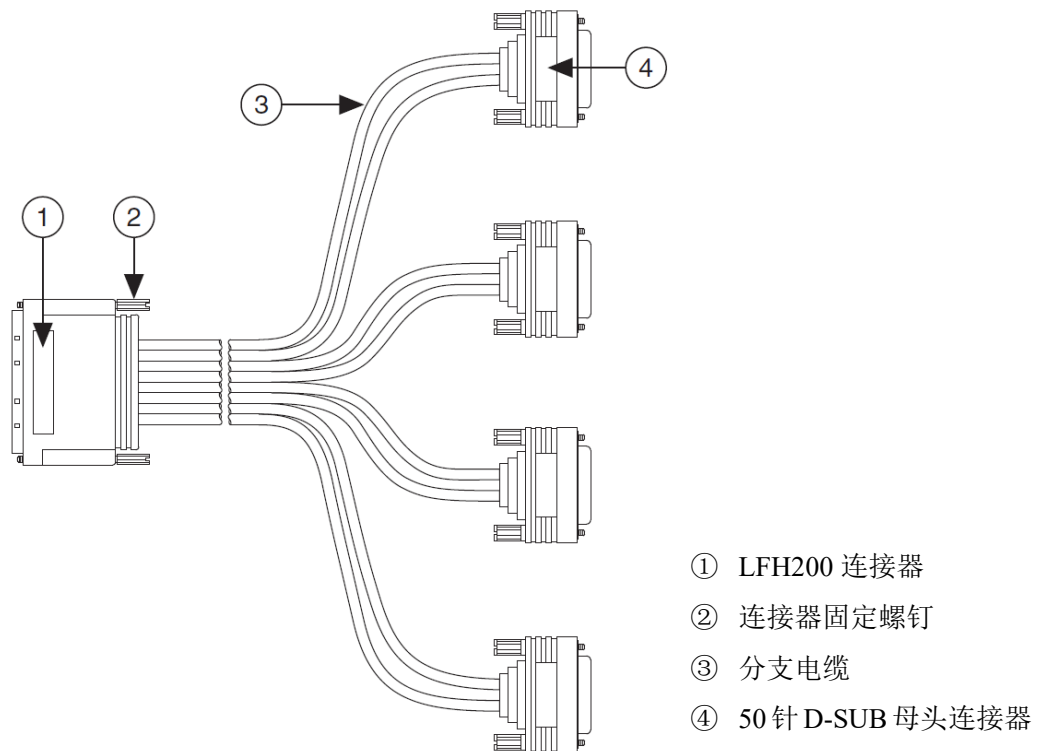

图 1, LFH200M-4xDB50F-C-1m 示意图
- LFH200M-4xDB50F-C-1m，即 LFH200 转 4 x DB50--C 专用线缆（图 1）